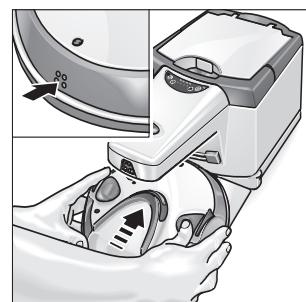

Fig. 7: Punerea în funcțiune după un timp de repaus îndelungat
- Așezați robotul lângă stație și presați contactele de încărcare ale robotului, de contactele de încărcare ale stației, pentru o durată de aprox. 60 de secunde (fig. 7).